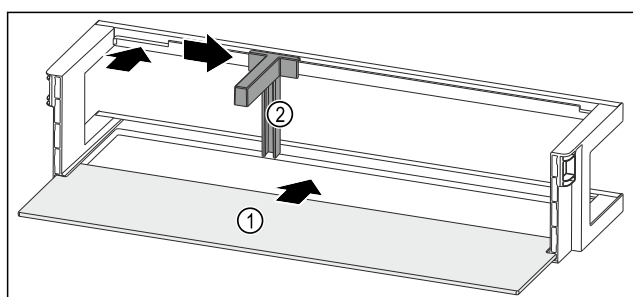

Fig. 168 Türabsteller mit Abstellfläche
- Abstellfläche Fig. 168 (1) in die seitlichen Aussparungen einschieben.
- Flaschenhalter Fig. 168 (2) in die Aussparung einsetzen.
- Flaschenhalter Fig. 168 (2) in gewünschte Position zur Seite schieben.